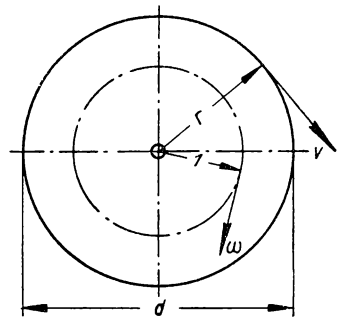

Bild 9
**32.** Ein Körper bewegt sich gleichförmig auf einer Kreisbahn vom Halbmesser  $r$  (Bild 9), so daß er  $n$  Umdrehungen je Minute (U/min) ausführt. **a)** Wie groß ist seine Umfangsgeschwindigkeit? **b)** Was versteht man unter Winkelgeschwindigkeit der kreisenden Bewegung?